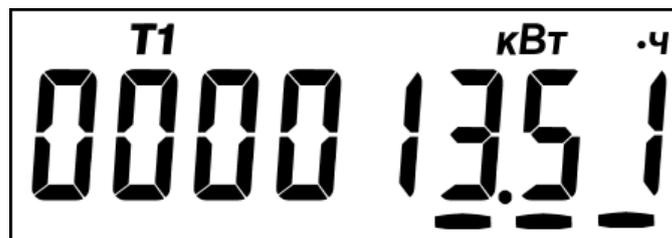

Рисунок 41 – Активная энергия
6.3.2.7 Общий вид окна вывода энергии приведен на Рисунок 41.